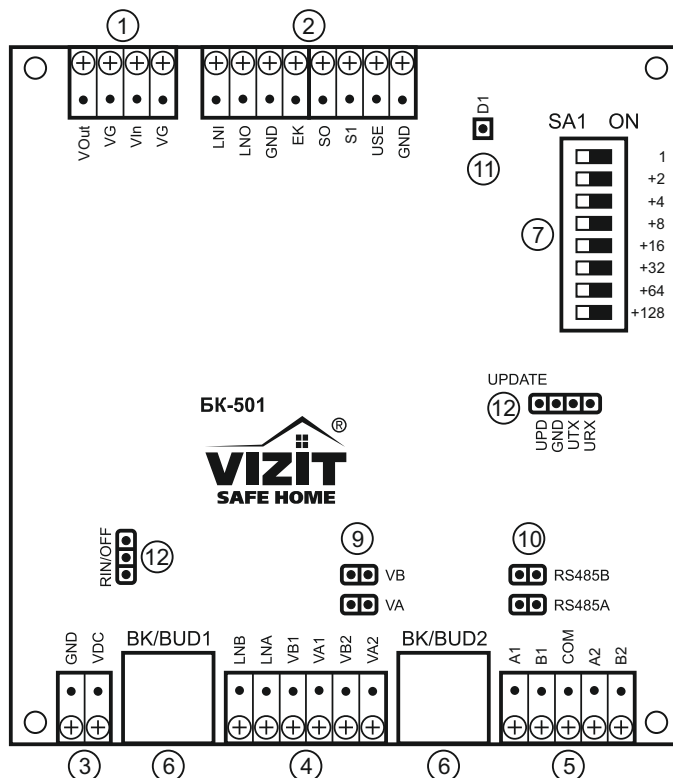

Рисунок 4 - Расположение клемм и переключателей блока БК-501
1. На переключателе **SA1** платы (см. рис. 4) установить номер блока коммутации (условный адрес), по которому он будет работать в системе. Адрес должен находиться в диапазоне номеров 1...32, и задается установкой соответствующих разрядов переключателя **SA1** в положение **ON**. Например, для установки адреса 14 необходимо установить в положение **ON** разряды “2”, “4”, “8” (2+4+8=14). Остальные разряды должны оставаться в положении **OFF**.